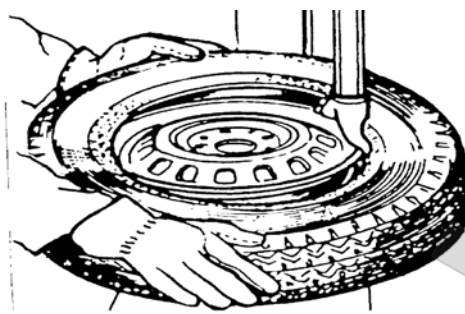

рис.7
4) Установите шину так, чтобы её закраина прошла ниже носика головки и выше края (хвоста) её задней части (рис.7). Противоположную сторону закраины вдавите в углубление обода.